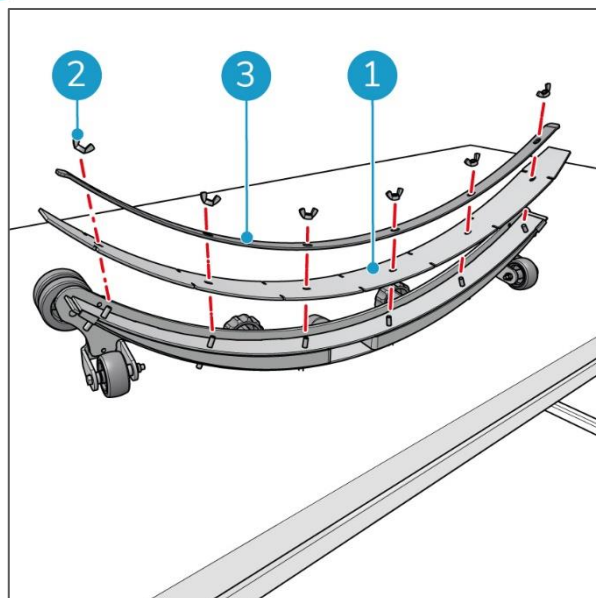

Figura 37
5. Allentare i sei dadi ad alette della lama anteriore (Figura 37, pos 2).
6. Rimuovere la piastra di fissaggio della lama anteriore (Figura 37, pos 3).
7. Rimuovere la lama anteriore (Figura 37, pos 1) dal corpo del tergipavimento.
Riposizionamento della lama anteriore. Consultare Figura 37.